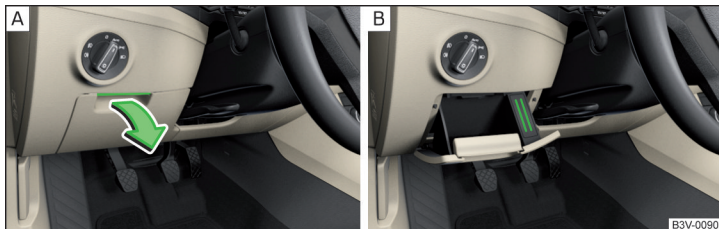

Abb. 88 Ablagefach öffnen / Halter für Kredit- und sonstige Karten
► Den Griff anheben und das Fach in Pfeilrichtung aufklappen » Abb. 88 - A.
» Abb. 88 - B.